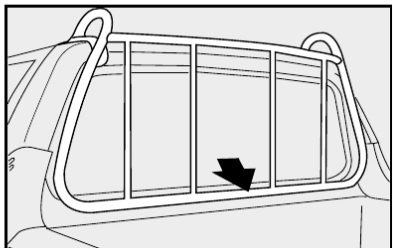
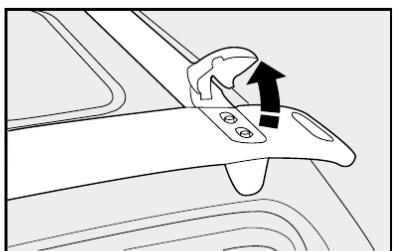

fig. 69
fig. 70
- utilizar o porta-escadas **fig. 69** para apoiar e fixar corretamente os objetos de maior altura. Nas versões com cabine estendida, levantar antes os limitadores **fig. 70**.
Ao utilizar o porta-escadas, não apoiar objetos cujo peso seja superior a 80 kg. No caso dos limitadores **fig. 70, não obrigá-los a suportar forças laterais superiores a 30 kg.**